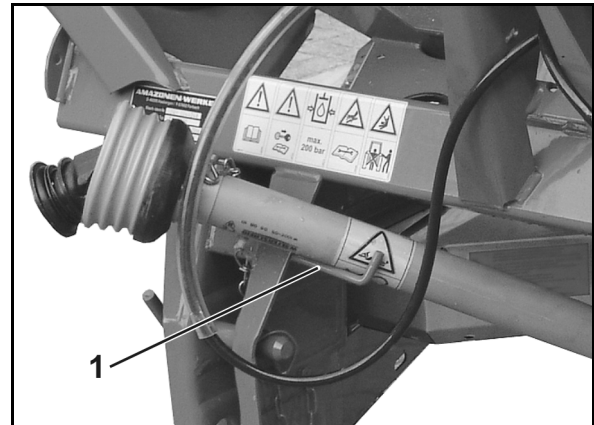

図 35
5. プロペラシャフトを所定のホルダ (図 35/1) に入れます。